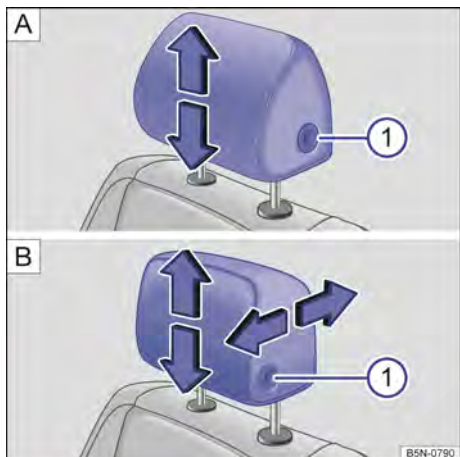
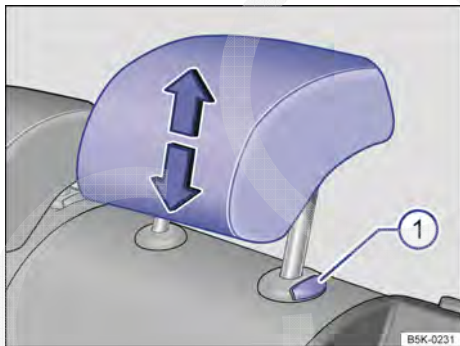

Fig. 109 Ajustar o apoio para cabeça dianteiro: **A** sem possibilidade de ajuste na direção longitudinal, **B** com possibilidade de ajuste na direção longitudinal.
Fig. 110 Ajustar o apoio para cabeça traseiro.
- Empurrar o apoio para cabeça para cima no sentido da seta ou empurrar para baixo com o botão → Fig. 109 **1** ou → Fig. 110 **1** pressionado → ⚠️ em *Introdução ao tema* na página 129.
- Empurrar o apoio para cabeça para frente na direção da seta ou para trás com o botão → Fig. 109 **B** **1** pressionado.